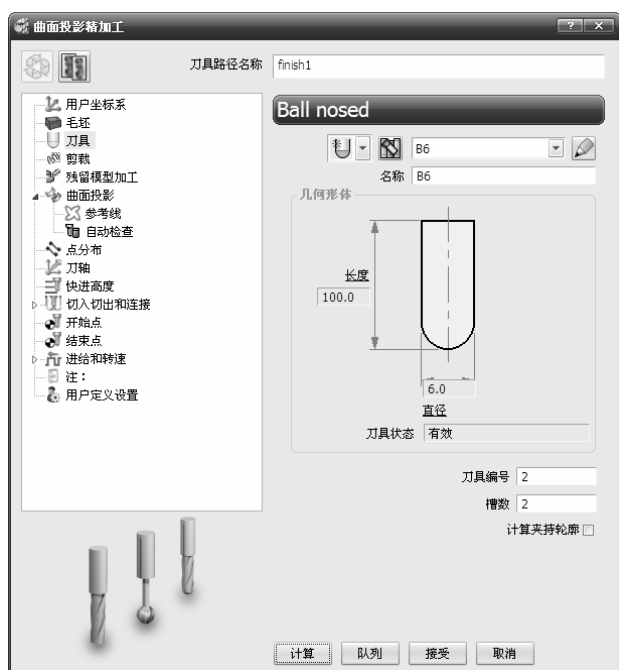

图 5-102 “曲面投影精加工”对话框
2) 在弹出的“曲面投影精加工”对话框中设置相关参数，如图 5-102 所示。